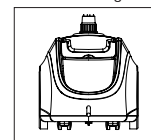

Figura 10
3. Una vez que el tanque esté lleno, enrosque la tapa nuevamente y voltéelo. Coloque el tanque de agua en la cavidad del tanque de agua de la plancha a vapor. Asegúrese de que esté colocado en forma segura (Figura 10).